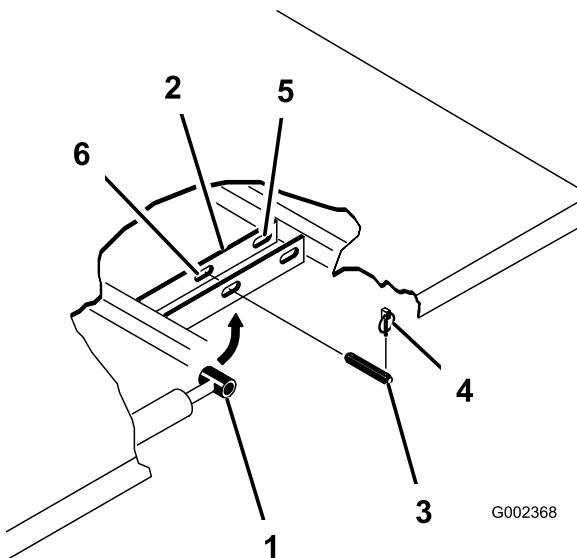

Рисунок 32
- Удалите шплинты из наружных концов штифтов с отверстием под шплинт на штоках гидроцилиндров (Рисунок 32).
- Удалите шплинтуемые штифты, крепящие концы штоков гидроцилиндров к монтажным плитам кузова, протолкнув штифты внутрь (Рисунок 32).
- Выньте шплинты и штифты с отверстием под шплинт, которые крепят шарнирные кронштейны к швеллерам рамы (Рисунок 32).